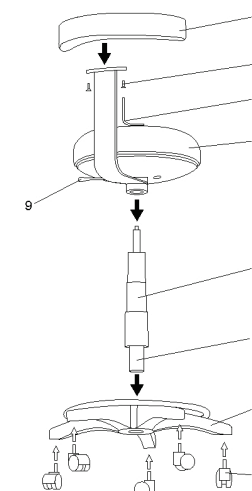

Рис. 7.6
- установите ролики 2 в пятилучье 1, см. рис. 7.6;